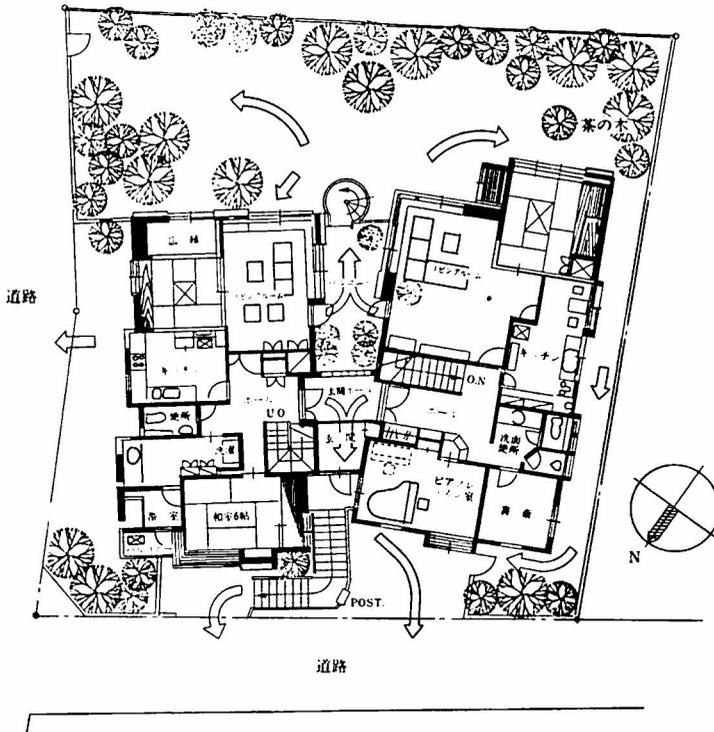

図3 新築2階平面図
弟さん家族は庭側から道路へ、バルコニーの下を通過してガレージ側道路へ、副玄関を通過して道路へ、西側境界に沿って北側道路へ、と多方面に避難路があります。勿論、防犯を考え、各々の扉には内側開錠です。図3が2階の平面図です。二家族共、昼間は2階で過します。2階からの避難路は、各々がバルコニーへ出て避難用鉄骨階段で庭に降り、①裏木戸②A棟ガレージ側③バルコニーの下を通過して両方の道路へ、また今一つは、共用の玄関ホールからメインの外階段で北側道路へと、避難の道はどこからでも可能なように設計致しました。